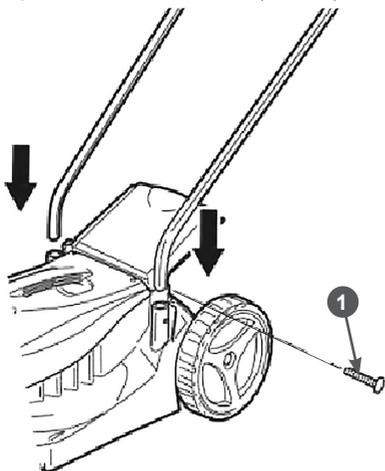

Рис. 4 Установка рукоятки
4. Затем установите стойки нижней части рабочей рукоятки в специальные гнезда на корпусе газонокосилки и закрепите их винтами 1 (Рис. 4).